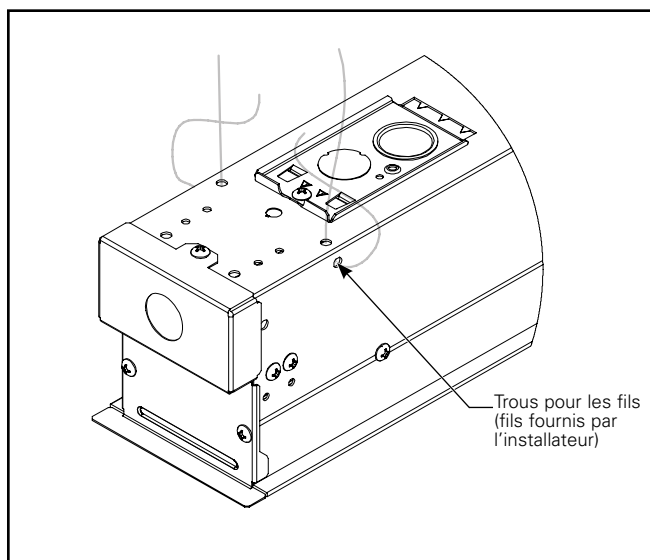

Figure 7.
- IMPORTANT :** Les deux extrémités du luminaire doivent être raccordées à la structure du bâtiment à l'aide de fils. Des trous pour les fils sont percés de chaque côté du luminaire, sur les deux extrémités. Voir la figure 7.